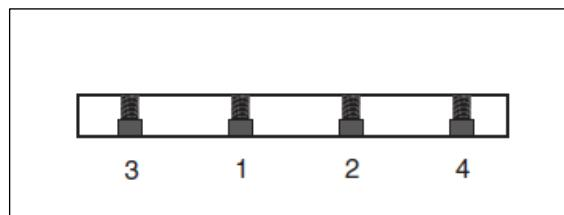

Рисунок 58.
- Ослабьте болты клиньев, начиная с середины (рис. 58), пока все болты клиньев не будут откручены, но не вынуты.
- Поверните строгальный вал до появления первого ножа. Слегка затяните болты клиньев, начиная с середины и перемещайтесь к краям по очереди - то слева, то справа (рис. 58). Повторите этот шаг для остальных ножей.